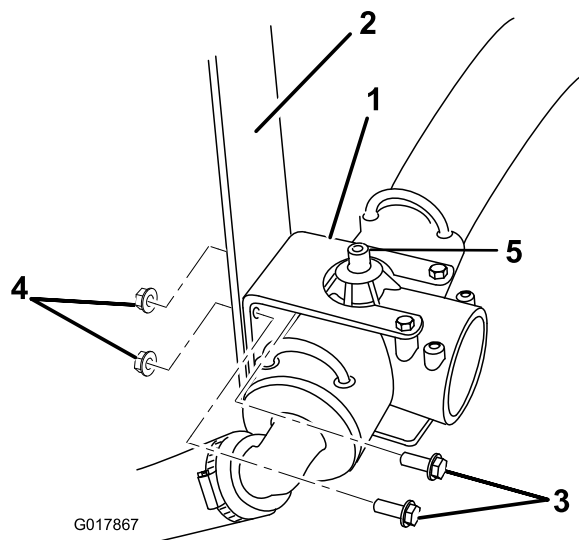

Bild 8
2. **Nur Multi-Pro 1200Sprühfahrzeug:** Schließen Sie das kleine rote Druckmanometerrohr vom grünen Schlauchanschlussstück oben am Zufuhr-T-Anschluss ab (Bild 8).
Fahrzeug befestigt sind (Bild 8). Bewahren Sie die Befestigungsteile für eine spätere Verwendung auf.